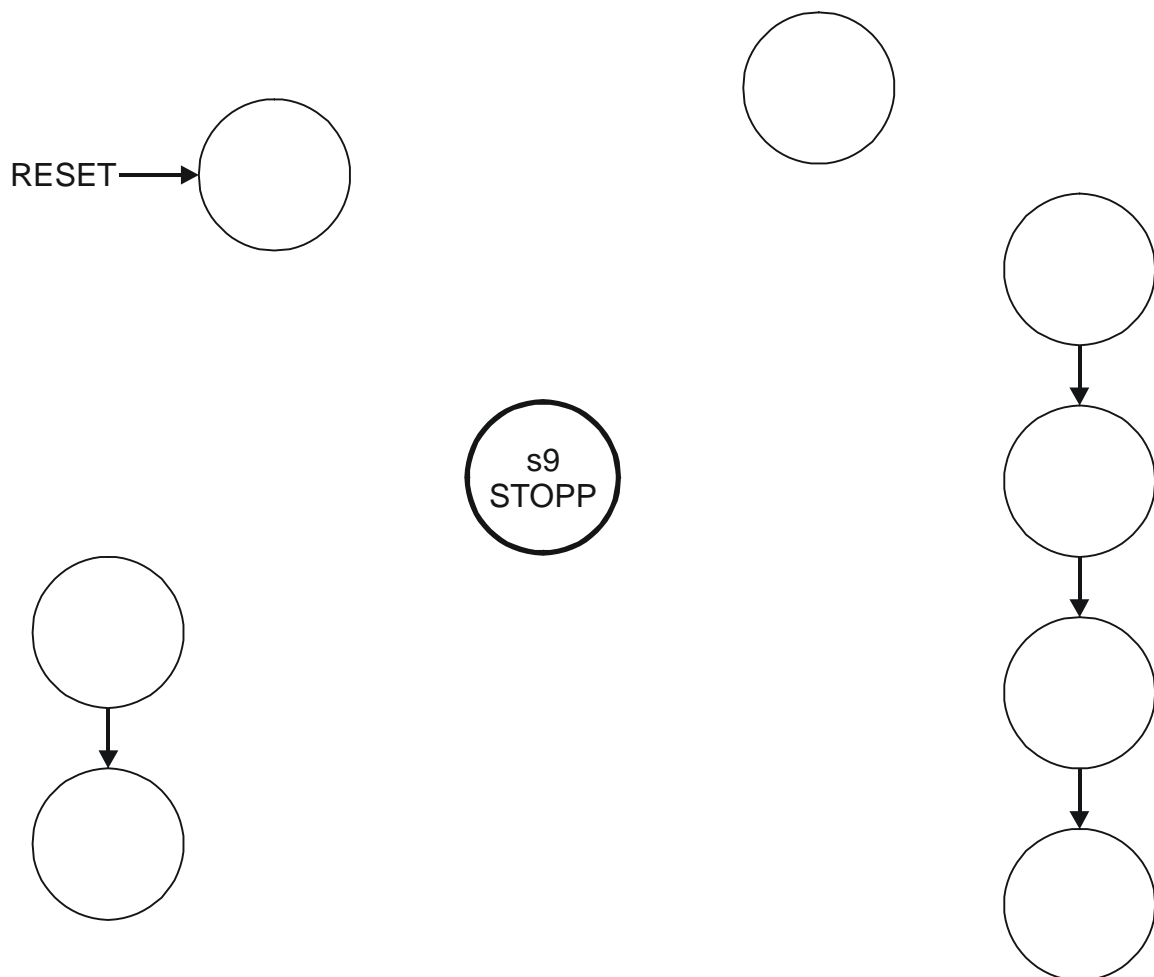

Abbildung 3.2: Zustandsgraph zur Beschreibung der FSM
- Vervollständigen Sie den Zustandsgraphen in Abbildung 3.2, indem Sie in den Knoten die Zustände und Befehle gemäß Tabelle 3.1 eintragen!
- Vervollständigen Sie den Zustandsgraphen in Abbildung 3.2, indem Sie die fehlenden Zustandsübergänge als Kanten mit den zugehörigen Zustandsübergangsbedingungen gemäß Tabelle 3.2 eintragen!